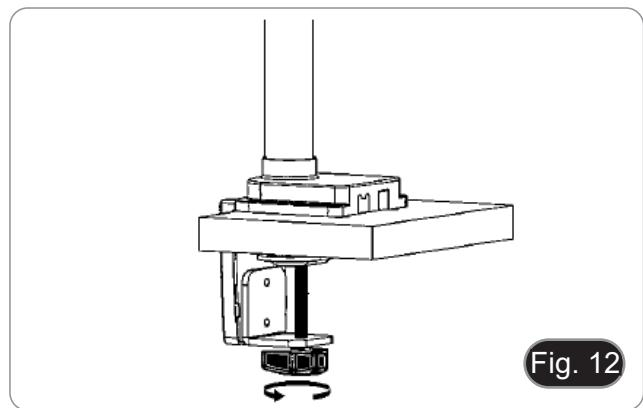

Fig. 12
5. Bringen Sie die Kunststoffabdeckung (H) an der Klemmhalterung an und befestigen Sie die Baugruppe dann mit dem Befestigungsknopf am Tisch. (Fig. 12)
- **HINWEIS:** Die Kunststoffabdeckung (H) dient auch als Behälter für die Inbusschlüssel, die für die Montage und die Einstellung der Spannung der verschiedenen Teile verwendet werden.